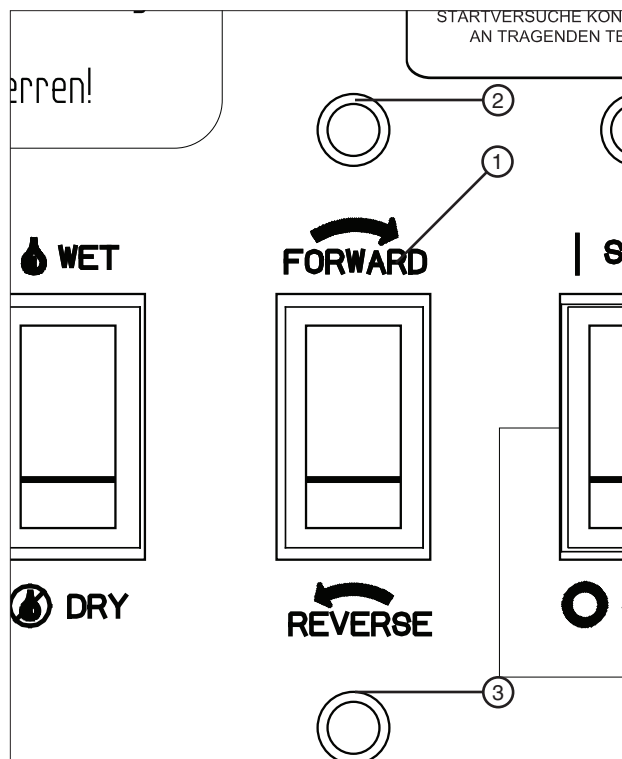

Abbildung 22-1 1. Schalter Forward/Reverse (Vorwärts/Rückwärts)
Die Vorwärts- und Rückwärtsleuchten sind ohne die Option Auto Stop (Auto-Stopp) / Auto Reverse (Selbstrückwärtslauf) NICHT verfügbar. Siehe Abbildung 22-1.
- In der Stellung Forward (Vorwärts) läuft die Maschine in Vorwärtsrichtung bzw. im Uhrzeigersinn um das Feld, wenn sie gestartet wird. Siehe Abbildung 22-1.
- In der Stellung Reverse (Rückwärts) läuft die Maschine in Rückwärtsrichtung bzw. gegen den Uhrzeigersinn um das Feld, wenn sie gestartet wird. Siehe Abbildung 22-1.
Die Vorwärts- und Rückwärtsleuchten sind bei der Option Auto Stop (Auto-Stopp) / Auto Reverse (Selbstrückwärtslauf) inbegriffen, um anzugeben, in welche Richtung sich die Maschine bewegt. Siehe Abbildung 22-1.
- Wenn der Schalter in die Vorwärtsrichtung gedrückt wird, wird die Vorwärtsrichtung ausgewählt, die Vorwärtsleuchte leuchtet auf und die Maschine läuft in Vorwärtsrichtung bzw. im Uhrzeigersinn um das Feld. Siehe Abbildung 22-1.
- Wenn der Schalter in die Rückwärtsrichtung gedrückt wird, wird die Rückwärtsrichtung ausgewählt, die Rückwärtsleuchte leuchtet auf und die Maschine läuft in Rückwärtsrichtung bzw. gegen den Uhrzeigersinn um das Feld. Siehe Abbildung 22-1.